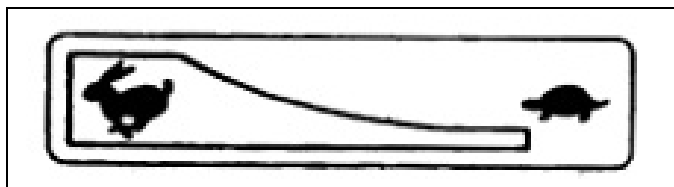

Figura 5-6. Posición del acelerador
3. Mueva la palanca de control del acelerador (C) a la posición “Alta” (Conejo) (Figura 5-6.).
1. Nueva la palanca de control del acelerador a la posición “Baja” (Tortuga) (Figura 5-6.) (si corresponde).
2. Ajuste el interruptor de motor ON/OFF en la posición OFF (0).
3. Gire la válvula de combustible a la posición OFF (0) si corresponde.